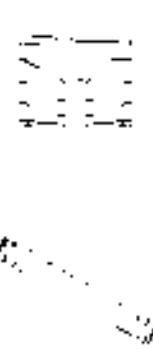

图 11-108 旋转底板
19) 单击“视图”工具栏中的“前视”按钮 $\text{F}$ ，将当前视图方向设置为前视图。消隐处理后的图形如图 11-108 所示。